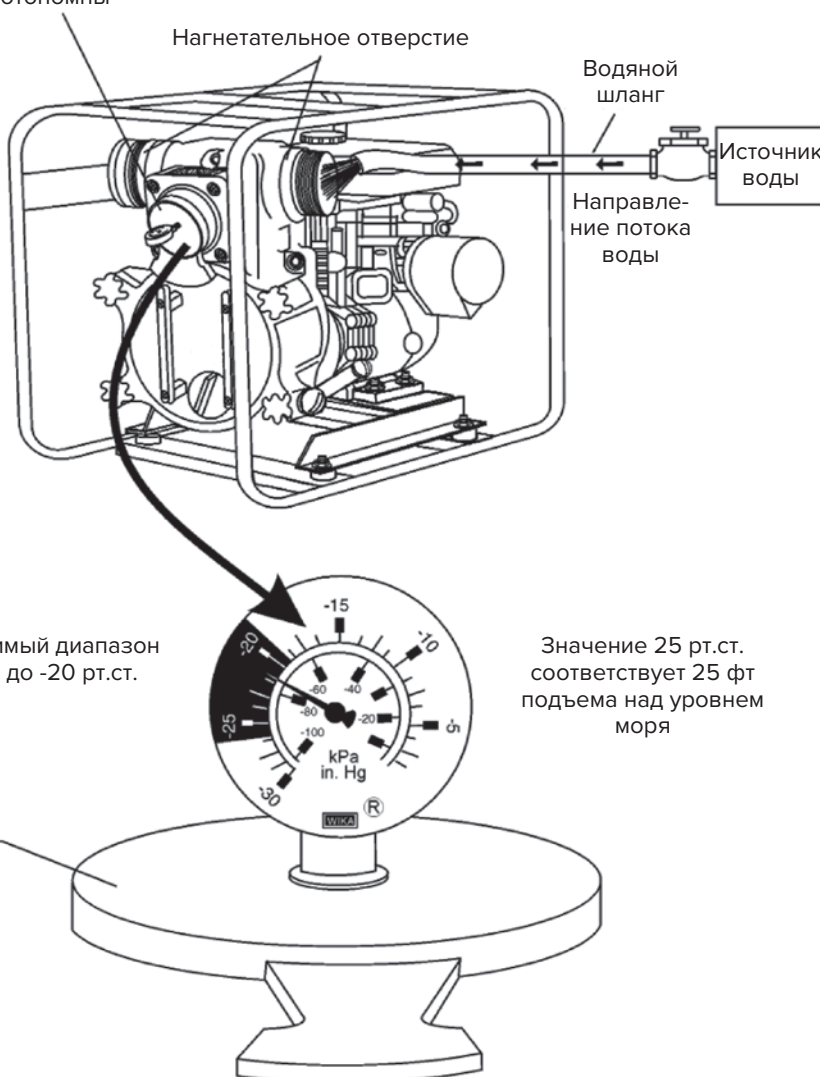

Рис. 18. Вакуумный тестер мотопомпы
3. Поместите водяной шланг в нагнетательное отверстие мотопомпы, как показано на рис. 18 и включите воду. Этот поток воды в нагнетательное отверстие предотвратит работу мотопомпы всухую.
4. Поместите тестер вакуума мотопомпы (P/N 7000030) на всасывающее (входное) отверстие мотопомпы (см. рис. 18) вакуумметром вверх. Возможно, потребуется нанести небольшое количество воды вокруг резинового уплотнения вакуумного тестера, чтобы обеспечить хорошую посадку на всасывание.